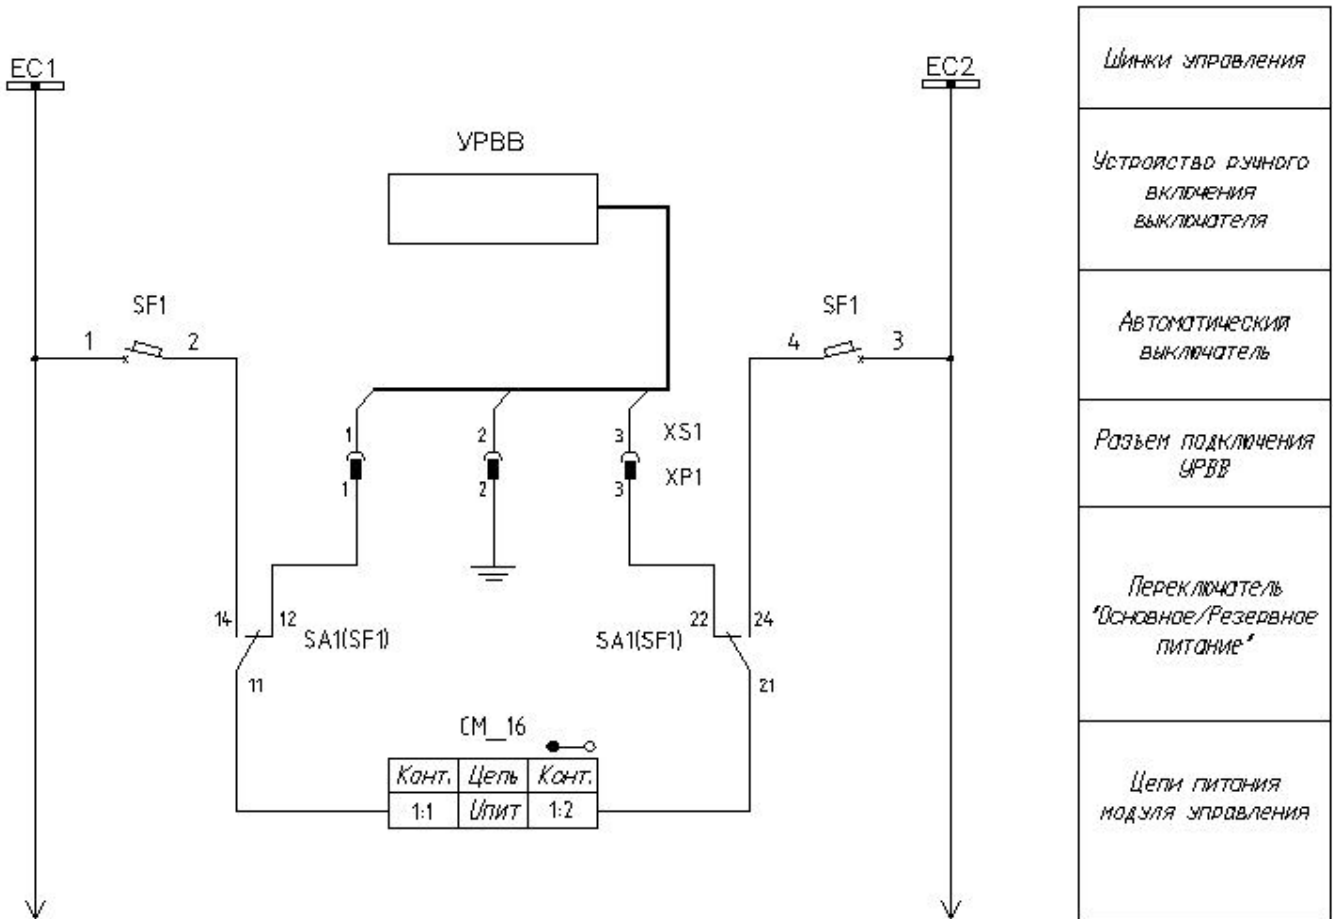
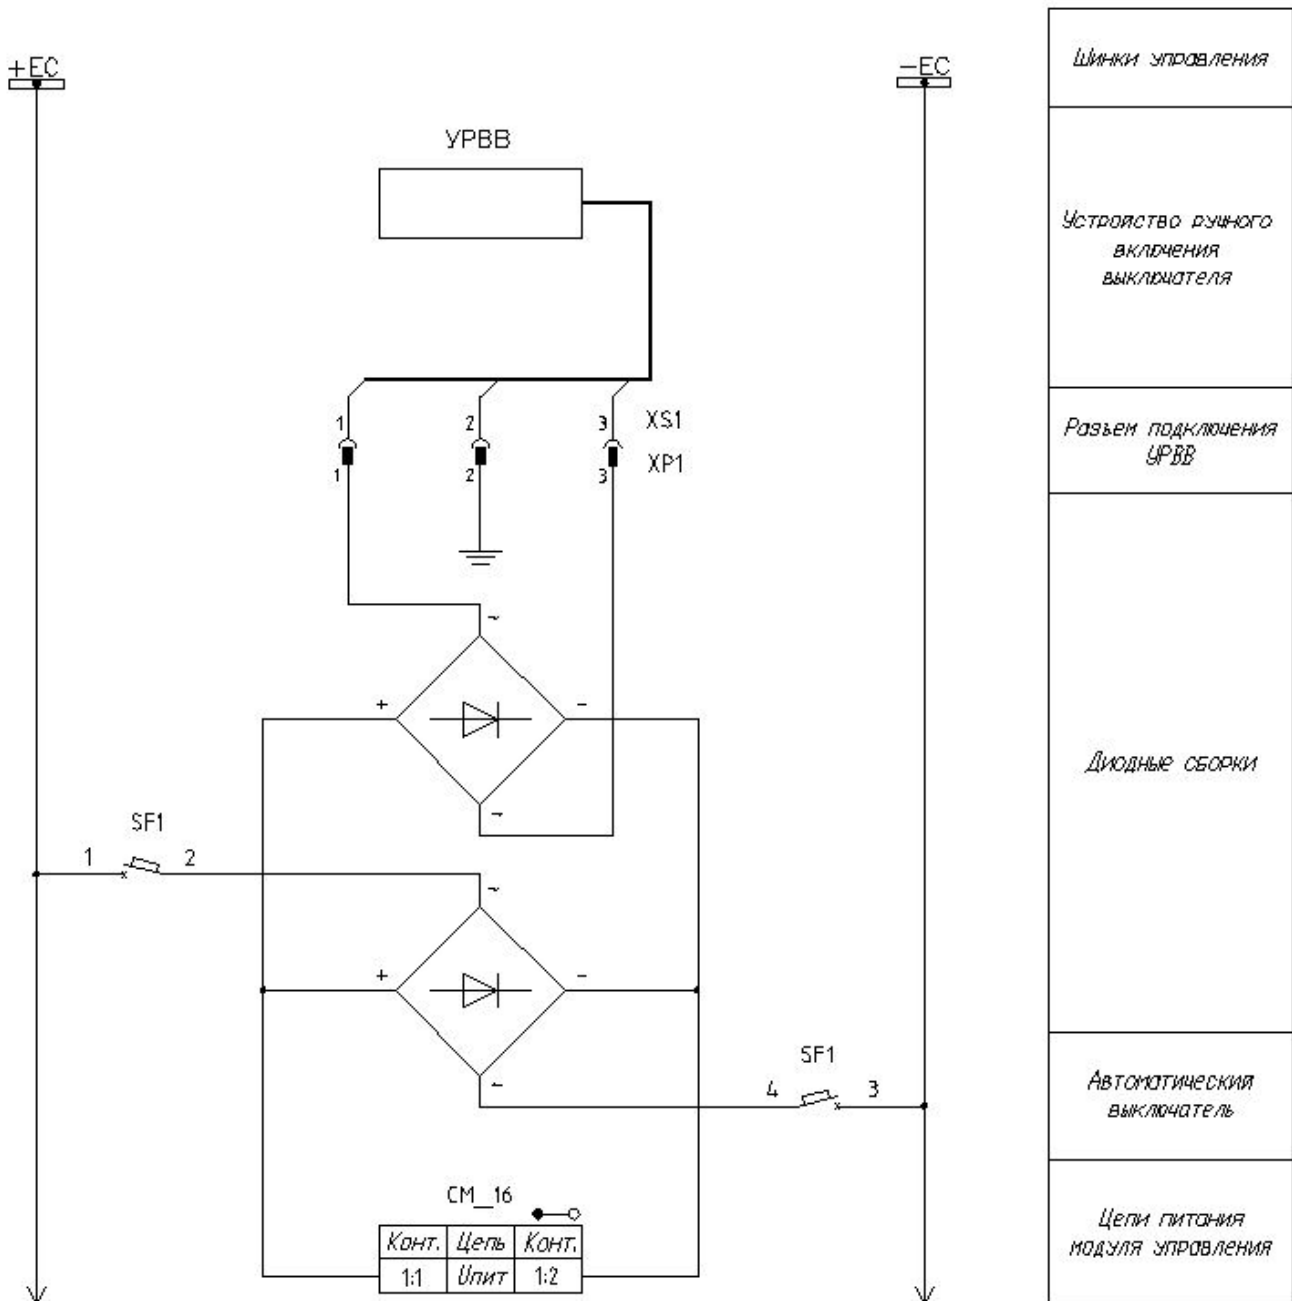

Рис. 2. Подключение УРВВ к CM_16.
Рис. 3. Подключение УРВВ к СМ_16 в схеме на постоянном оперативном токе.
УРВВ подключается на вход «Питание» модуля управления через переключатель «Основное/резервное питание» (см. Рис. 2). В качестве переключателя могут использоваться вспомогательные переключающие контакты автоматического выключателя оперативного питания. В схемах на постоянном оперативном токе возможно вместо переключающих контактов применять диодные мосты, например КВU6G или их аналог (см. Рис. 3).
- Электрическое соединение должно выполняться в соответствии с одной из вышеприведенных схем подключения (см. Рис. 2 и Рис. 3).